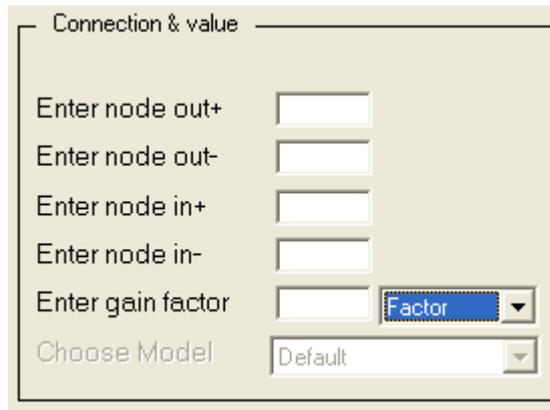

Рисунок 1.4. Поле спецификации параметров управляемого источника напряжения
2) Для элемента источник напряжения управляемый напряжением (*E*) область *Connection&Value* имеет вид (рис. 1.4)